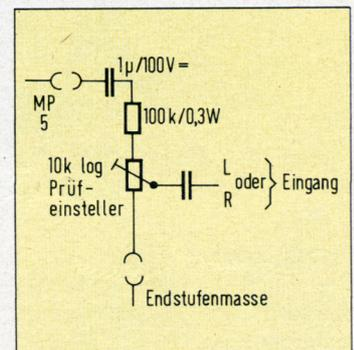

Bild 5:
- Jetzt ist die Clippinganzeige dran. Wenn Sie weder Oszilloskop noch Tongenerator besitzen, benützen Sie die 42 V/50 Hz aus dem Ringkerntrafo **MP 5**. Hierzu bauen Sie sich gemäß **Bild 5** auf einem Lötösenbrettchen den einstellbaren Spannungsteiler zusammen.